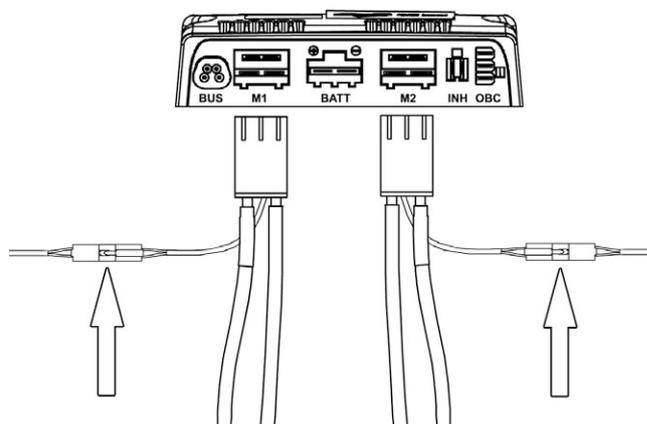

Abbildung 58. Elektrischer Anschluss der Magnetbremse.
4. Magnetbremse am Kabelbaumanschluss neben dem Anschluss zur Endstufe anschließen. Siehe Abbildung. 58.